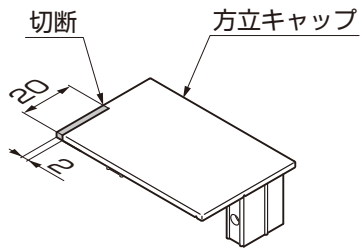

図4-9
- ①方立キャップを図4-9のように加工してください。加工は方立B上部の切欠き側をおこなってください。